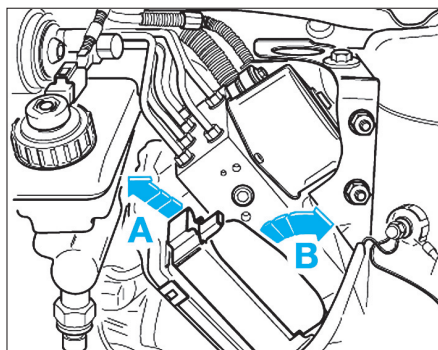

Fig. 43
- Déverrouiller la fiche du calculateur (flèche A) et la débrancher (flèche B) (Fig.43).